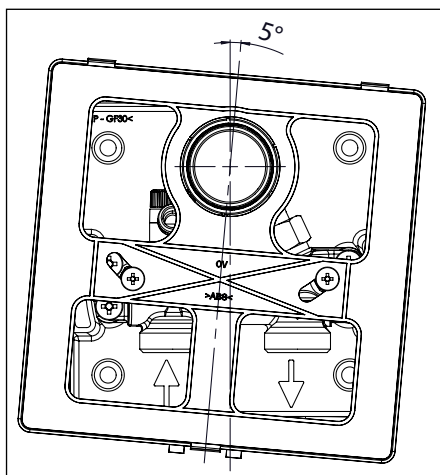

Fig. 5.6 Déport angulaire
Pour la fixation du cadre (3), dévisser les supports (5) jusqu'à ce que la partie frontale soit à fleur avec le mur fini (6). Les supports du cadre (5) sont fixés au corps du robinet (8) à l'aide des contre-écrous hexagonaux (7). D'abord, le cadre (3) est glissé par dessus la tête thermostatique (1). Ensuite il est monté sur les supports du cadre (5) et fixé à l'aide de deux vis (9). Un déport angulaire de  $\pm 5^\circ$  de la boîte d'installation (10) peut être compensé à l'aide des trous oblongs (fig. 5.6). Le cadre (3) doit être à fleur avec la surface du mur (6). Réajuster les supports du cadre (5) si nécessaire. Faire glisser le capot (4) par-dessus la tête thermostatique (1) et le fixer par clipsage.